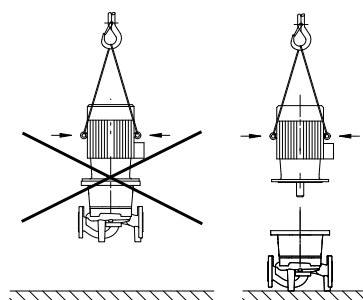

Fig. 8: Transport silnika
- Uchwyty transportowe na silniku służą wyłącznie do transportu silnika, a nie całej pompy (Fig. 8).